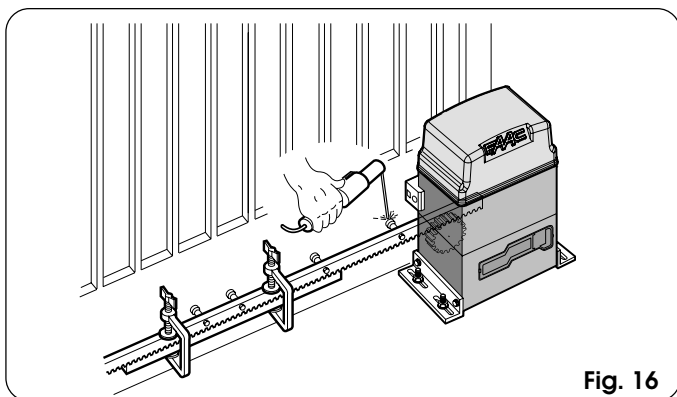

Fig. 16
- 5) Approcher un autre élément de la crémaillère de l'élément précédent en utilisant, pour mettre en phase la denture des deux éléments, un élément de la crémaillère d'après la Fig.16.
- 4) Approcher un autre élément de la crémaillère de l'élément précédent en utilisant, pour mettre en phase la denture des deux éléments, un élément de la crémaillère d'après la Fig.16.